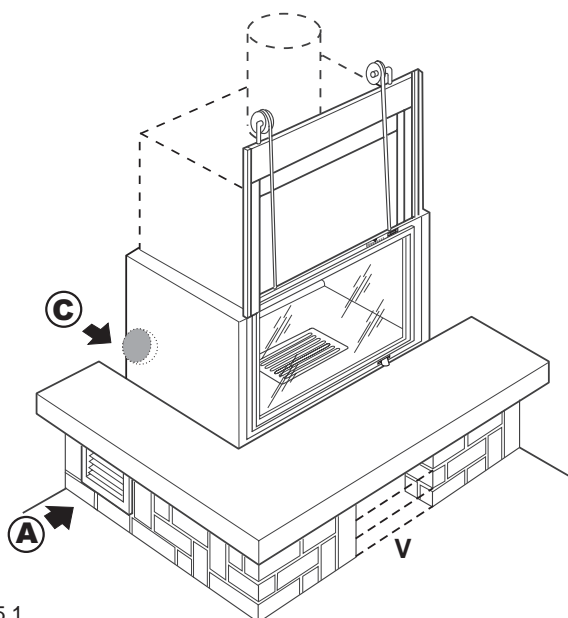

Fig. 5.5.1
C → Realizzare la presa aria comburente esterna con Ø 20 cm di sezione utile, sotto il piano fuoco (non è necessario intubare la presa d'aria comburente fino al braciere). L'aria verrà utilizzata sia per la **combustione** che per il **circuito di riscaldamento** (Fig. 5.5.1: **V**-vano portalegna).
A → Per locali di ampiezza superiore a 25 m² si consiglia di realizzare anche una griglia per il ricircolo dell'aria ambiente (**A**) a lato del rivestimento o utilizzare l'eventuale vano porta legna (Fig. 5.5.1).
C → Make the external combustion air intake with a useful diameter of 20 cm, under the fire bed (it is not necessary to run the combustion air intake pipe all the way to the grate). The air will be used both for **combustion** and for the **heating circuit** (Fig. 5.5.1: V-wood compartment).
A → For rooms greater than 25 m² it is advisable to provide a room air recirculation grille (**A**) alongside the cladding or use the wood compartment if there is one (Fig. 5.5.1).
benutzen) ausführen. Die Luft wird sowohl für die **Verbrennung** als auch für die **Wärmekreislauf** (Abb. 5.5.1: V-Raum zur Holzaufbewahrung) benutzt. D
(A) → Für Räume über 25 qm, ist es angezeigt, ein Gitter für die Luftzirkulation des Raumes (A) an der Seite der Verkleidung anzubringen oder den eventuellen Raum zur Holzaufbewahrung (Abb. 5.5.1) zu benutzen. Für Anschlüsse über 1 Meter, empfiehlt es sich, den Durchmesser für die Luftöffnung um 20% zu vergrößern.